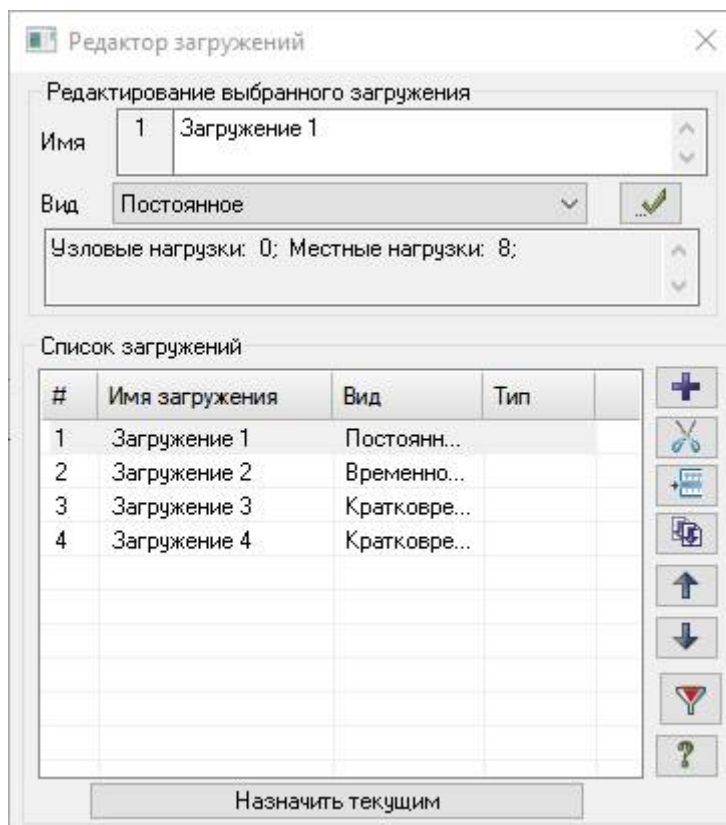

Рис.19.17. Диалоговое окно **Редактор загрузений**
(рис. 19.17), которое вызывается щелчком по кнопке  – **Редактор загрузений** (панель **Нагрузки** на вкладке **Создание и редактирование**). По умолчанию, в начале работы программы, принято имя **Загрузка 1**. Вид загрузки позволяет автоматически формировать таблицу РСН с параметрами, принятыми по умолчанию. Взаимосвязь между загрузениями задается в таблице РСН.
- Вызовите диалоговое окно **Редактор загрузений** (рис.19.17) щелчком по кнопке  – **Редактор загрузений** (панель **Нагрузки** на вкладке **Создание и редактирование**).
Так как вид загрузений задавался в диалоговом окне **Редактор загрузений** (рис. 19.17) таблица РСН сформировалась автоматически с параметрами, принятыми по умолчанию для каждого загрузения. Далее нужно только изменить параметры для третьего и четвертого загрузений, а также задать сочетания.